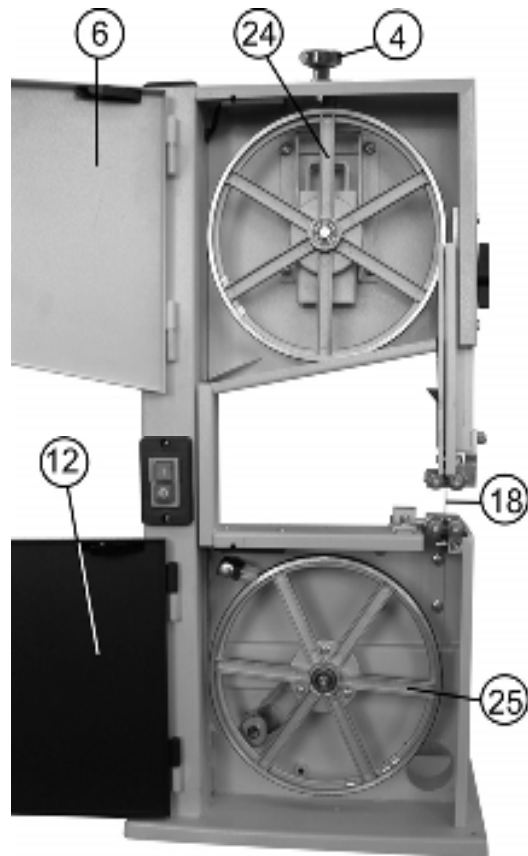

Рис.7
11.3. Регулировка смещения пильной ленты (Рис. 7, 8)
13.3. Уход за поверхностью колес (Рис.7).
удаляйте опилки и пыль во внутренней части пилы со всех элементов конструкции и с колес (24) и (25) (Рис.7);
С помощью жесткой щетки, удаляйте смолу и опилки с колес (24) и (25), Рис.7. Не применяйте растворители!
11.4. Регулировка натяжения пильной ленты (Рис.7)
11.7.3. Соблюдая меры предосторожности (надеть перчатки), снимите пильную ленту (18), Рис.7.